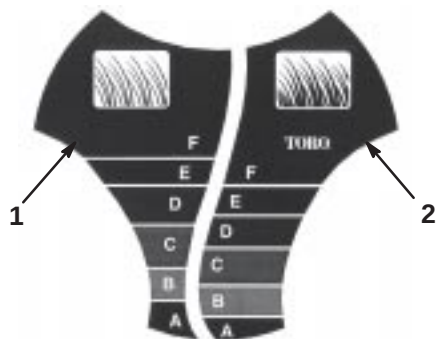

Figure 14
Le système SmartWheel™ comporte deux échelles de coupe : Clairsemée/normale et Drue – de manière à garantir une hauteur de coupe adaptée quelle que soit la nature de l’herbe (Fig. 14). Utilisez principalement l’échelle Clairsemée/normale pendant les mois d’été. L’échelle Drue est utilisée de préférence quand l’herbe est drue et humide, généralement au printemps.
2. Amenez la tondeuse sur la surface de travail, arrêtez-vous quand le dessin **SmartWheel** est vertical sur l'une des roues arrière (Fig. 14).